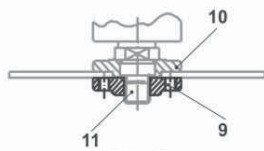

Fig. 13
- Disques fins (< 4 mm) et plats au centre : placez la bride de sorte que la partie saillante se trouve sur le côté opposé au disque (Fig. 13).